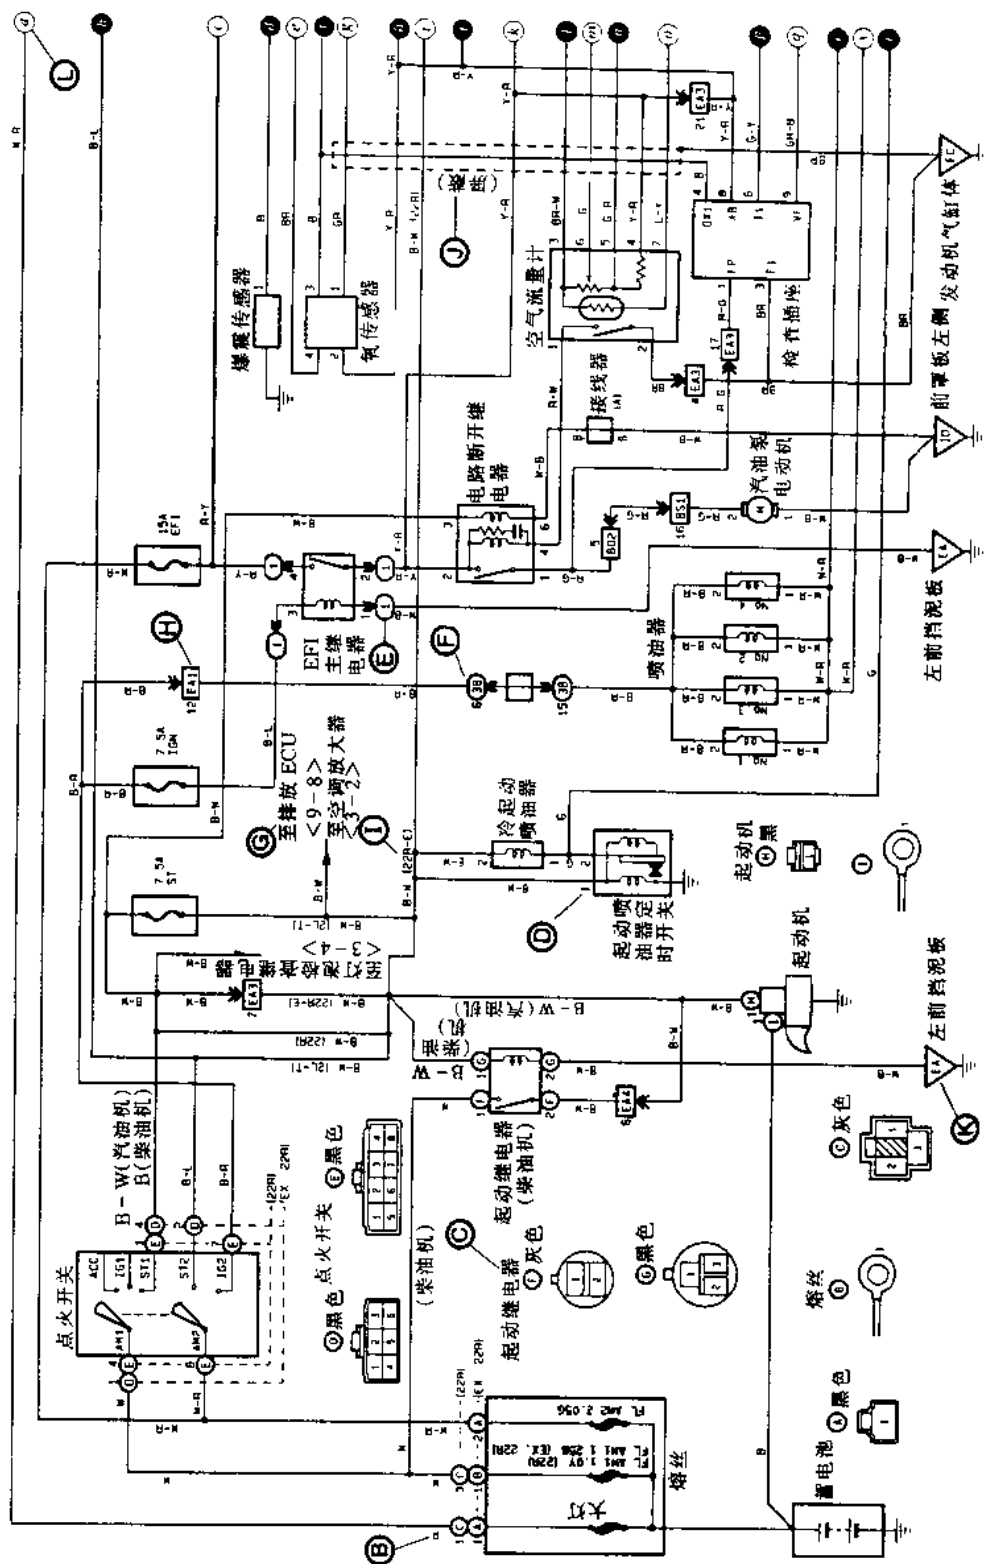

图1 线图示例
2. 本书每页电路图上标有图幅序号和这幅图的区段数(见图 1④)及系统名称。
3. 电路图中,导线一侧的字母(见图 1③)表示导线的颜色。所用字母代表的颜色如下:
4. 连接在部件上的插接器的表示方法见图 1⑤。在线路图中,部件插接器脚的号码标注在部件附近导线的一侧,见图 1⑥。插接器各脚(线端)的排列次序对插头和插座是不同的(见图 2a),插座是自左到右、从上到下排列的,而插头则是自右向左、从上到下排列的。
5. 继电器盒的表示符号见图 1⑦所示,圈中的数字表示继电器号码。图 1⑦所示继电器盒为 1 号继电器盒。
6. 接线盒的表示方法与继电器相似,见图 1⑧。接线盒符号的圈内的数字为接线盒号码,如⑧所指连接处位于 38 号接线盒内。
7. 相关电路如图 1⑨所示,括号内的数字为电路图的幅数和区段数。⑨处所指的带白色条纹的黑线(B-W 线)通向“排放 ECU”(位于该车型第 9 幅电路图的第 8 区段)和“空调放大器”(位于该车型第 3 幅电路图的第 2 区段)。本书收录的丰田大霸王汽车各电路图为典型系统的电路图,因此相关的电路不一定都能找到。
8. 线束间的插接器的表示方法见图 1⑩。带双箭头符号的一侧是公插接器,框内的符号为该插接器的名称,框外的数字表示插接器脚的号数。⑩处连接的是 EA1 插接器的 12 号脚。
9. 当车型、发动机型号或规格不同时,在导线侧小括号内用符号标明,见图 1⑪。
10. 金属屏蔽导线用虚线框表示,见图 1⑫。
11. 接地处用三角符号表示,旁边注明接地位置,见图 1⑬。
12. 电路图边缘处线端的符号(见图 1⑭)表示与上页或下页同名线端相连。